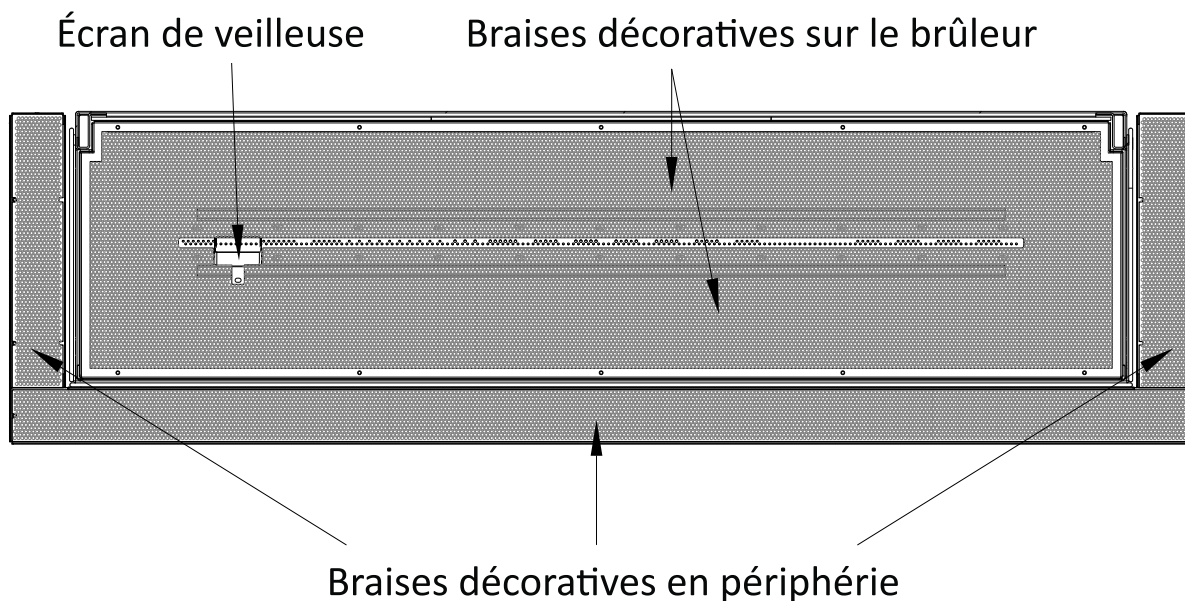

Figure 7.10 - Emplacement des braises décoratives
**IMPORTANT :** Aucune braise décorative ne doit boucher pour empêcher les flammes de veilleuse d'allumer le brûleur. Une veilleuse obstruée peut causer un retard d'allumage. La Figure 7.10 montre une flèche (à gauche) qui pointe vers l'écran de veilleuse. Ne placez aucune braise décorative à l'intérieur de l'écran de veilleuse, pour ne pas obstruer les flammes de la veilleuse.
**IMPORTANT :** Inspectez et vérifiez que le brûleur s'allume moins de (4) secondes après l'ouverture d'alimentation principale de la valve de contrôle de gaz.